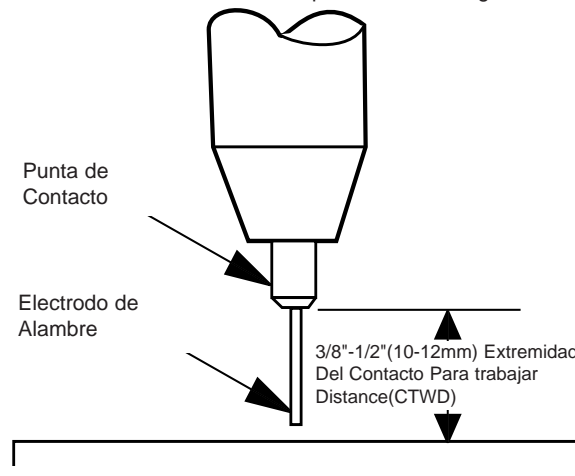

Figura B.6
- Corte el alambre 10 – 12 mm (3/8" – 1/2") en el extremo de la punta. Al finalizar estos pasos, la WELD-PAK 3200HD deberá estar lista para soldar. la Figura B.6.